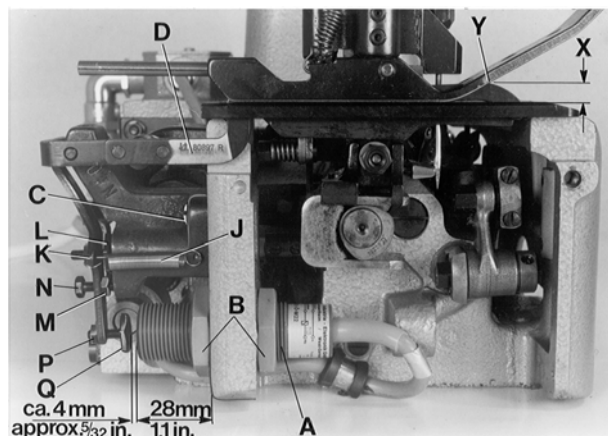
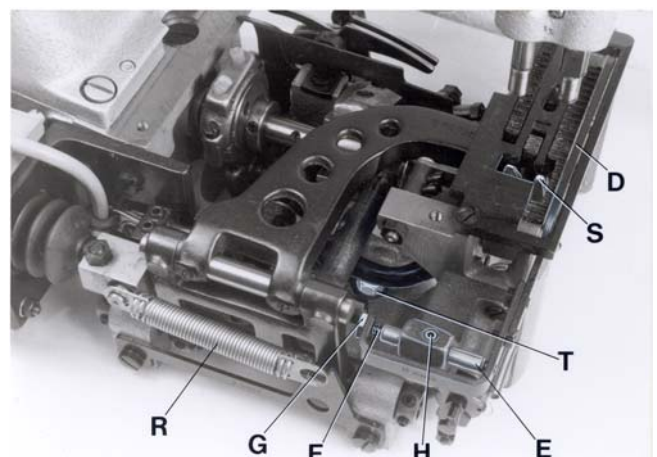

Fig. 14
Fig. 15
Remove cloth plate and left end cover. Mount the electronic proximity switch (A, Fig. 14) to the dimension of 28 mm (1.1"), as shown in Fig. 14.
The feeler (D, Figs. 14 and 15) is adjusted initially with the two fastening screws (C, Fig. 14) for the feeler support bracket. The feeler (D, Figs. 14 and 15) should not have any lateral play but should turn readily. For this, adjust the centering shaft (E, Fig. 15) with centering screw (F) and lock nut (G) accordingly. Loosen screw (H, Fig. 15) and center the feeler (D) in the throat plate and presser foot slot, by moving the centering shaft (E) laterally. The feeler must turn readily. Retighten screw (H).
Hang in tension spring (J, Fig. 14).
The feeler should be set as high as possible. The dimension (X, Fig. 14) between upper throat plate surface and upper edge of feeler at the bag entrance zone, should not be less than 7 mm (.270") on styles 80800R, RL, S and SL, and not less than 7 mm (.290") on styles 80800TL, TAL, U, UA, UL and UAL.
For adjustment loosen nut (K, Fig. 14) and turn-off screw (L), so that the head of screw does not contact the magnet in the feeler support bracket. Loosen nut (M) and turn the feeler stop screw (N) in or out, as required, to adjust the correct feeler height.
NOTE: When the presser foot rests on the throat plate (feed dog below throat plate), the distance between upper edge of feeler and lower edge of the feeler slot cut-out in the presser foot (see Y, Fig. 14) should be approx. 1 mm (.040") on styles 80800R, RL, S and SL, and approx. 2 mm (.080") on styles 80800TL, TAL, U, UA, UL and UAL.
Secure the set feeler height with lock nut (M, Fig. 14).
Remueva la tapa principal y la tapa final izquierda. Coloque el interruptor de aproximación (A, Fig. 14) en una distancia de 28 mm (1.1") como se demuestra en la Fig. 14.
El palpador (D, Figs. 14 y 15) esta fijado inicialmente con dos tornillos (C, Fig. 14) a su soporte. El palpador (D, Figs. 14 y 15) no puede tener juego lateral, pero debe girar libremente. Para esto ajuste adecuadamente el eje central (E, Fig. 15) con el tornillo para centrar (F) y la contra-tuerca (G).
Suelte el tornillo (H, Fig. 15) y centre el palpador (D) en las ranuras de la placa de aguja y del pie moviendo el eje central (E) lateralmente. El palpador debe girar libremente. Apriete el tornillo (H) otra vez. Coloque el resorte (J Fig. 14).
El palpador tiene que ser colocado tan alto como sea posible. La distancia (X, Fig. 14) entre la superficie superior de la placa de la aguja y el borde superior del palpador en la parte donde entra el saco no debería ser menor a una distancia de 7 mm (.270") para maquinas 80800R, RL, S y SL y no menor a 7,5 mm (.290") para maquinas 80800 TL, TAL, U, UA, UL y UAL.
Para este ajuste suelte la tuerca (K, Fig. 14) y gire el tornillo (L) tanto hacia atrás hasta que la cabeza del tornillo no pueda tocar más el imán en el perno fijador del imán. Suelte la tuerca (M) y gire el tornillo tope del palpador (N) adecuadamente hasta que logre la altura correcta del palpador.
NOTA: Cuando el pie prensa-tela reposa en la placa de la aguja (con el transportador debajo de la placa de la aguja), debería haber una distancia de aprox. 1 mm (.040") para maquinas 80800R, RL, S y SL y aprox. 2 mm (.080") para maquinas 80800TL, TAL, U, UA, UL y UAL entre el borde superior del palpador y el borde inferior del sacado para el palpador en el pie prensa-tela (vea Y Fig. 14).
Asegure la altura del palpador con la contra-tuerca (M, Fig. 14).
The switching pressure on the feeler is set with screw (K, Fig. 14).
NOTE: The closer the head of screw (K, Fig. 14) to the magnet the higher the switching pressure on the feeler. Secure the position of screw (K) with lock nut (L).
The electrical switching point of the proximity switch (A, Fig. 14) is determined by screw (Q, Fig. 14). The distance between screw head and the face of the proximity switch is approx. 4 mm (5/32") (see Fig. 14), when the feeler is in home position. This distance of 4 mm (5/32") is not exactly the same for all switches. Connect the machine electrically. With feeler in home position set the proper switching point as follows:
Loosen nut (P, Fig. 14). Turn screw (Q) away from switch, until the switch switches on. Then turn screw (Q) slowly towards the switch, until the switch switches off. Now turn screw (Q) a further 1/2 turn towards the switch. Secure this position of screw (Q) with lock nut (P).
When the solenoid on styles 80800R and S or the air cylinder on styles 80800RL and SL for the chain cutter (S, Fig. 15) is not activated and the chain cutter is in its home position below the throat plate, the knife tips of the chain cutter (S) should be positioned 0.5 mm (.020") below the throat plate top surface.
To obtain this setting, adjust the knife lever stop screw with lock nut (T, Fig. 15) in the bottom of the bed casting accordingly. The slotted thread end of screw (T) is accessible from the bottom of the bed casting for adjustment.
In cutting position, above the throat plate, the cutting edges of the chain cutter (S, Fig. 15) should overlap by 0.3 mm (.012") to assure a proper thread chain cutting.
On styles 80800R and S with solenoid operated chain cutter the core of solenoid (C, Fig. 16) must rest firmly on the solenoid (D) while adjusting the overlapping of the knife cutting edges of the chain cutter. Unhook pull-back spring (R, Fig. 15) and press the solenoid rod against the solenoid until the core of solenoid (C, Fig. 16) butts on the solenoid (D). Loosen nut (A, Fig. 16) and move clamp (B) on the solenoid rod to the left or right, until the cutting edges overlap approx. 0.3 mm (.012"). Retighten nut (A) and replace pull-back spring (R, Fig. 15).
La presión del interruptor en el palpador se ajusta con el tornillo (K, Fig. 14).
NOTA: Cuánto más cerca se encuentre la cabeza del tornillo (K, Fig. 14) al imán, tanto mayor es la presión del interruptor en el palpador. Asegure la posición del tornillo (K) con la contra-tuerca (L).
El punto de activación del interruptor de aproximación (A Fig. 14) esta determinado con el tornillo (Q, Fig. 14). La distancia entre la cabeza del tornillo y el frente del interruptor es de aprox. 4 mm (5/32") (vea Fig. 14) cuando el palpador esta en su posición básica. Esta distancia no es exactamente igual para todos los interruptores. Conecte la máquina eléctricamente. El punto exacto de la activación se ajusta de la siguiente manera: Suelte la tuerca (P, Fig. 14). Gire el tornillo (Q) alejándolo del interruptor hasta que el interruptor se active. Después gire el tornillo (Q) hacia el interruptor hasta que el interruptor se apague. Después gire el tornillo (Q) 1/2 vuelta más en sentido hacia el interruptor. Asegure esta posición del tornillo (Q) con la contra-tuerca (P).
Cuando el solenoide en las maquinas 80800R y S y en las maquinas 80800RL y SL el cilindro neumático de la tijera (S, Fig. 15) para la cadeneta no esté activado y la tijera esté en su posición básica debajo de la placa de la aguja, los bordes superiores de las cuchillas de la tijera deberían encontrarse aprox. 0,5 mm (.020") debajo de la placa de la aguja.
Ajuste para esto el tornillo tope para la tijera con la contra tuerca (T, Fig. 15) en el fondo de la cama de la maquina. En posición de corte encima de la placa de aguja, las cuchillas de la tijera (S, Fig. 15) deberían solaparse aprox. 0,3 mm (.012") para asegurar un corte limpio de la cadeneta.
En las maquinas 80800R y S con la tijera activada por solenoide, el nucleo del solenoide (C, Fig. 16) tiene reposar firmemente contra el solenoide mientras se ajuste el solapado de la hojas de la tijera. Suelte el resorte (R, Fig. 15) y presione el perno del solenoide contra el solenoide hasta que el nucleo del solenoide (C, Fig. 16) este plano con el solenoide (D). Suelte la tuerca (A, Fig. 16) y mueva la abrazadera (B) en el perno del solenoide hacia la izquierda o derecha, hasta que las hojas de la tijera se solapan aprox. 0.3 mm (.012"). Apriete la tuerca (A) otra vez y coloque el resorte (R, Fig. 15).
On styles 80800U and UA with solenoid operated taper cutter, the core of solenoid (C, Fig. 16) must rest firmly on the solenoid (D, Fig. 16) while adjusting the overlapping of the knife cutting edges of the tape cutter. Unhook pull-back spring (R, Fig. 15) and press the solenoid rod against the solenoid until the core of solenoid (C, Fig. 16) butts on the solenoid. Loosen nut (A, Fig. 16) and move clamp (B, Fig. 16) on the solenoid rod to the left or right until the cutting edges overlap approx. 0.3 mm (0.012 in.). Retighten nut (A) and replace pull-back spring (R, Fig. 15).
En las máquinas 80800U y UA con cortador de cinta activado por solenoide, el núcleo del solenoide (C, Fig. 16) tiene que reposar firmemente contra el solenoide (D, Fig. 16) mientras se ajusta el solapado de las hojas cortantes del cortador. Suelte el resorte (R, Fig. 15) y presione el perno del solenoide contra el solenoide hasta que el núcleo del solenoide (C, Fig. 16) reposa contra el solenoide. Suelte la tuerca (A, Fig. 16) y mueva la abrazadera (B, Fig. 16) en el perno del solenoide hacia la izquierda o la derecha hasta que los bordes cortantes del cortador se solapan aprox. 0.3 mm (0.012"). Apriete la tuerca (A) y coloque el resorte (R, Fig. 15) otra vez.